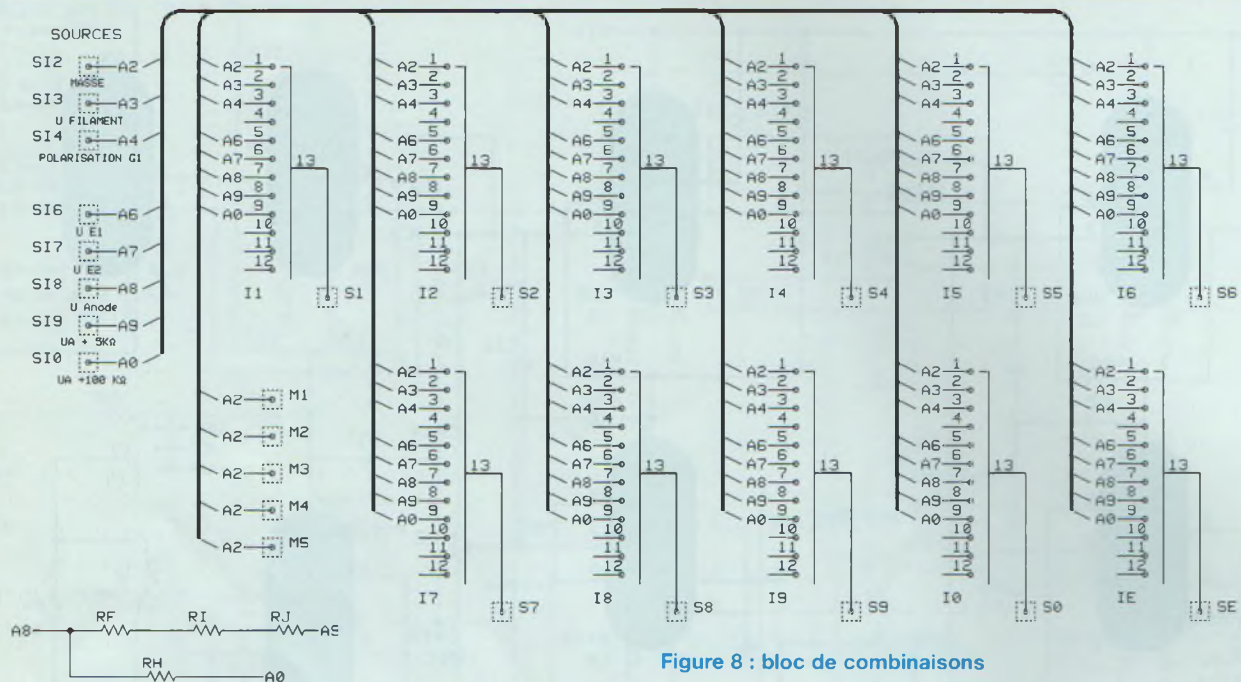

Figure 8 : bloc de combinaisons
- le circuit du bloc de combinaisons des sources (figure 8).
• BLOC DE COMBINAISONS (figure 8)